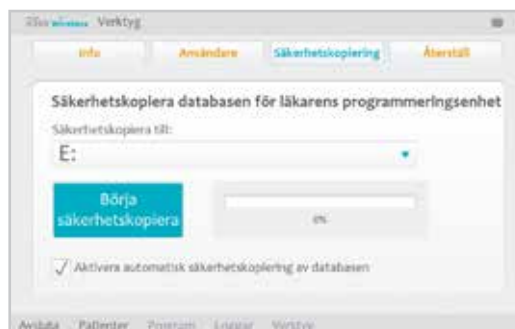

Bild 8-44: Fönstret Säkerhetskopiering
2. Avmarkera kryssrutan Aktivera automatisk säkerhetskopiering av databasen. Se bild 8-44.